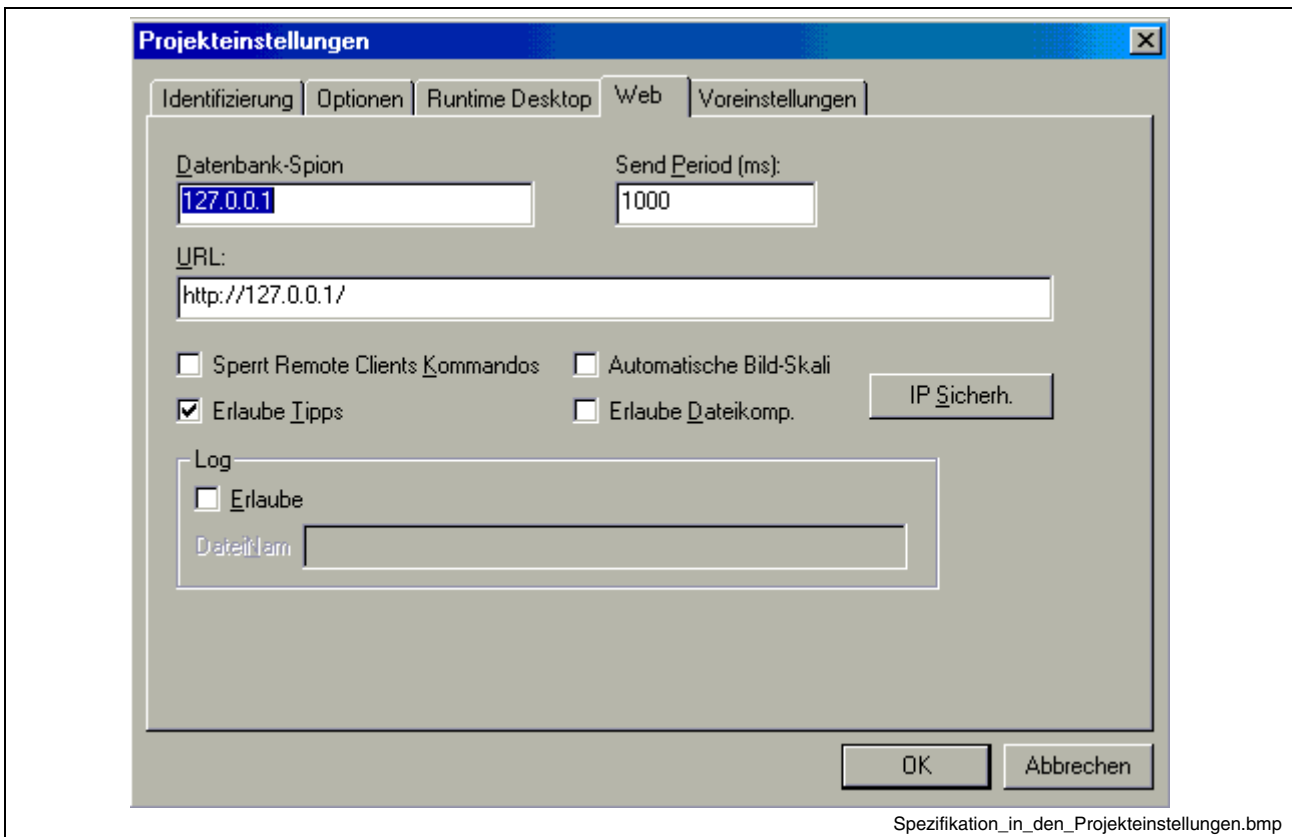

Abb. 6-5: Spezifikation in Projekteinstellungen
- Abb. 6-5: Spezifikation in Projekteinstellungen 6-4